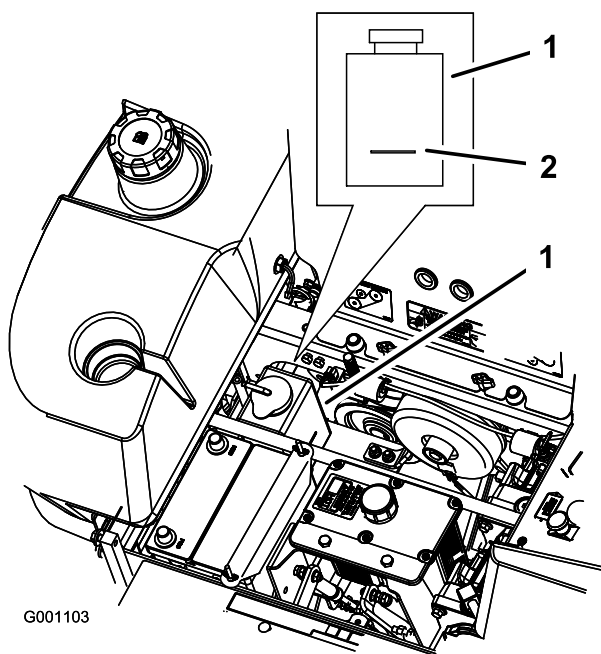

Bild 64
3. Überprüfen Sie bei abgekühltem Motor den Stand des Überlaufgefäßes. Der Flüssigkeitsstand muss mindestens das Niveau der an der Außenseite der Überlaufgefäßes angebrachten Markierung haben (Bild 64).
4. Ist der Kühlmittelstand zu niedrig, füllen Sie ein 50/50-Gemisch aus Frostschutzmittel und Wasser in das Überlaufgefäß (Bild 64).
5. Geben Sie das 50/50 Kühlmittelgemisch in das Überlaufgefäß bis zur am Gefäß angebrachten Markierung (Bild 64).